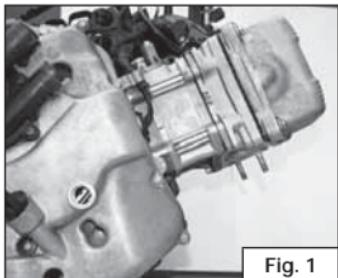

Fig. 1
- Pulire accuratamente il motore nella zona del cilindro e la testata con appropriati detergenti ed asciugare il tutto accuratamente (**Fig. 1**).
- Togliere il coperchio della testa avendo cura di non danneggiare la guarnizione di tenuta (**Fig. 1**).
- Togliere il tappo di ispezione posizionato affianco al tappo di controllo livello olio (**Fig. 1**).
- Carefully clean the engine, especially the cylinder area and the cylinder head, using an appropriate detergent and dry everything carefully (**Fig. 1**).
- Remove the cover from the head. Be careful not to damage the seals (**Fig. 1**).
- Remove the timing inspection plug that is next to the oil level dipstick (**Fig.1**).
- Nettoyez soigneusement le moteur surtout la zone du cylindre et la culasse à l'aide de produits détergents appropriés et essuyer le tout soigneusement (**Fig. 1**).
- Enlevez le couvercle de la culasse en veillant à ne pas abîmer le joint d'étanchéité (**Fig. 1**).
- Enlever le bouchon d'inscpction situé à côté du bouchon du contrôle de niveau (**Fig. 1**).